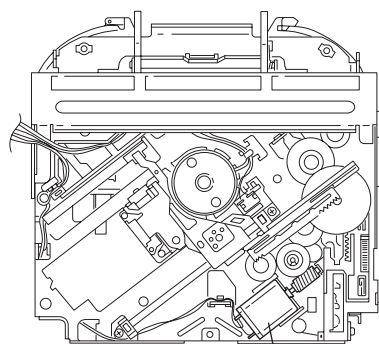

図 11
3.2.6 ローディング / フィードモーター組立の外し方 (図 11, 12 参照)
組立なおす場合、図 11 にあるように、ローディング / フィードモーター組立からのワイヤをフレームにつないでください。